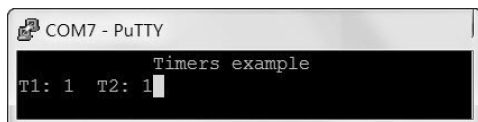

图 11-10 在 PuTTY 中显示的信息
① 打开 PuTTY 可看到如图 11-10 所示的信息。
说明：从图 11-10 中可以看到，T2 的数字变化速度比 T1 的数字变化速度快一倍（读者可以简单地用一个计时工具检验 T1 的定时器超时中断响应是否为 1 s?），满足 timer0 每秒产生一次中断、timer1 每秒产生两次中断的设计要求。